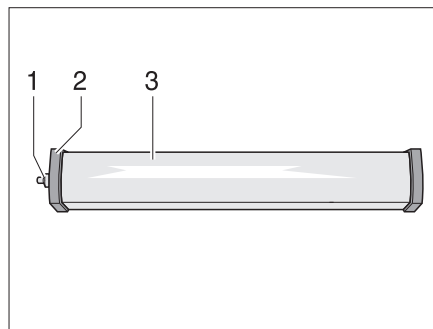

Fig. 295 Lampe de cellule
- Dévisser le cache (Fig. 295,1).
- Retirer le couvercle (Fig. 295,2).
- Enfoncer légèrement le couvercle de la lampe (Fig. 295,3) et le retirer.